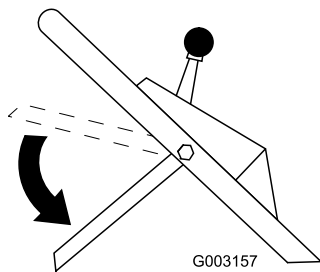

Figura 15
8. Mueva la barra de control a su posición más baja (Figura 15).